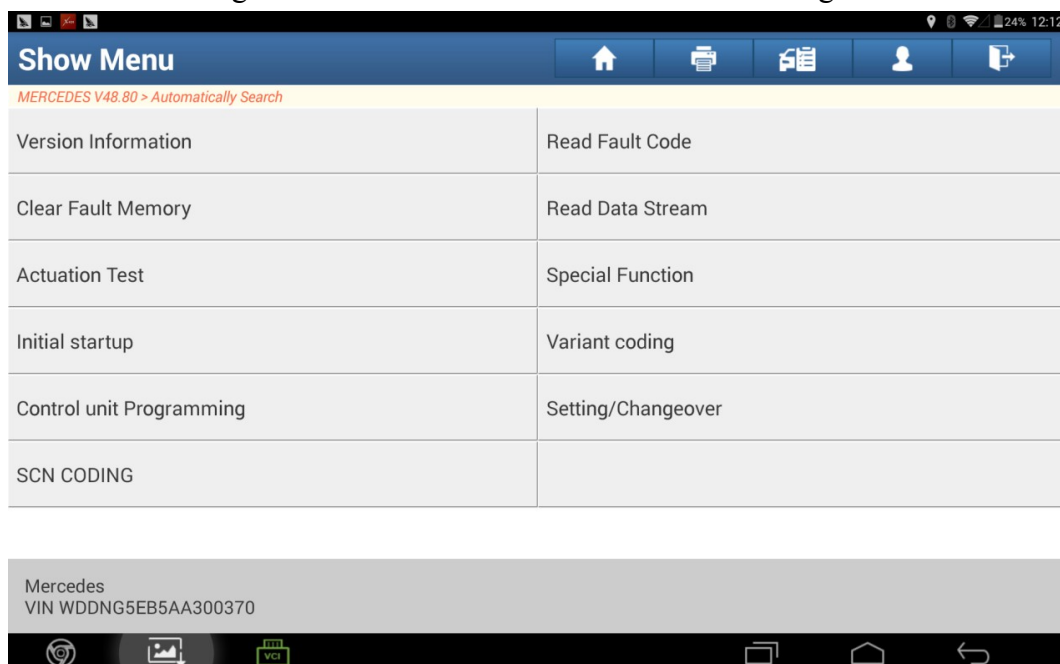

Fig. 7
7. Selezionare “Programmazione unità di controllo”. Vedere la Fig. 7;